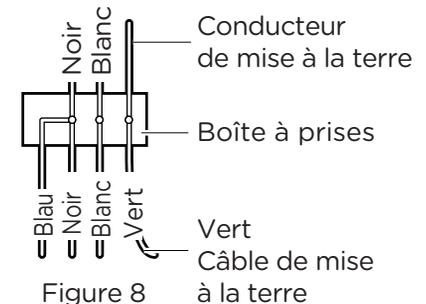

Figure 8
- Glissez le globe vers le haut jusqu'à ce que la goupille repose fermement dans le globe. Insérez la vis du globe dans le globe et serrez-la bien (figure 8).
- Branchez le fil d'alimentation du ventilateur (noir) et le fil d'alimentation de la lampe (bleu) au fil noir de votre ménage comme l'illustre la figure 8. Ne branchez pas le fil bleu si l'ensemble d'éclairage n'est pas utilisé.
- Après avoir branché les fils, sécurisez les connecteurs (BB) avec du ruban électrique noir et écartez-les de sorte que les fils vert et blanc soient sur un côté de la boîte à prises, et les fils noir et bleu soient de l'autre côté. (C.-à-d., conducteur de mise à la terre sur un côté et les fils sous tension de l'autre côté.)
- Tournez les connecteurs (BB) vers le haut et poussez le câblage dans la boîte à prises.